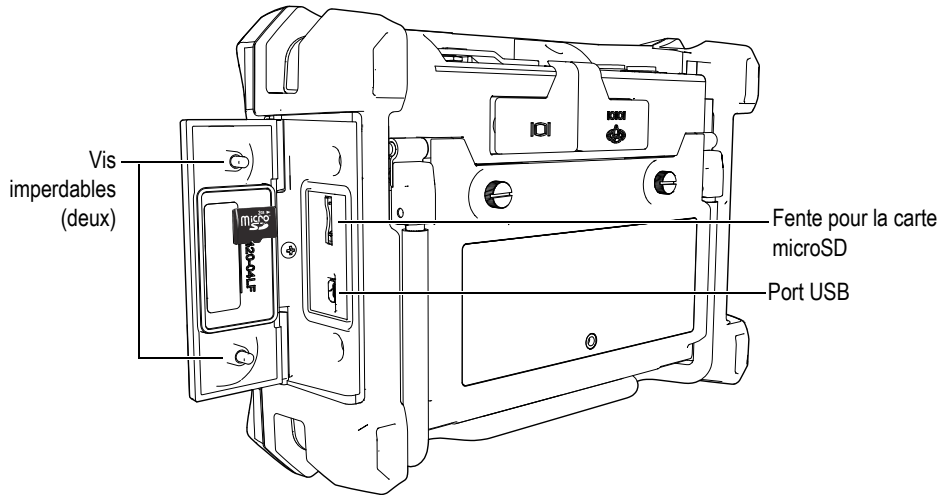

Figure 1-13 Installation de la carte microSD
2. Désérrez les deux vis imperdables, et puis ouvrez le couvercle E-S de l'appareil (voir la Figure 1-13 à la page 39).